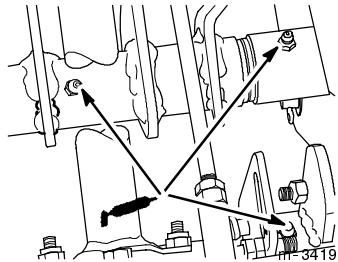

Abbildung 32
4. Die drei Schmiernippel einfetten (Abb. 32).